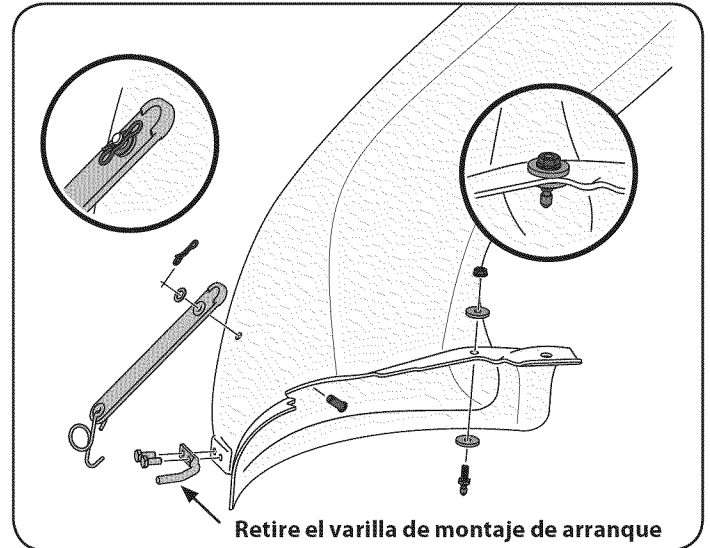

Figure 18
Nota: En cubiertas con ruedas frontal de la plataforma, la varilla de soporte de arranque debe ser removida para instalar este codo de conducto de descarga en el tractor. Vea la Figure 18.
2. Instale el pasador de montaje de la cubierta (711-05049) hasta en el codo de conducto con dos arandelas planas (736-0176) del paquete de tornillería 689-00313 y asegúrela con una tuerca con brida (712-3027), como se ve en la Figure 18.